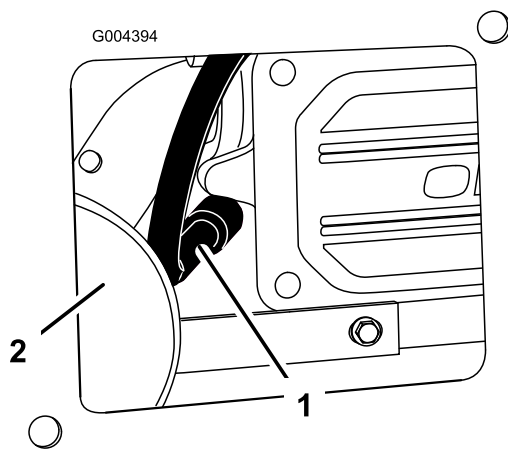

Figure 38
3. Débranchez le fil de la bougie (Figure 38). Nettoyez la surface autour de la bougie pour éviter que des impuretés n'endommagent le moteur en tombant à l'intérieur.
3. Reconnectez le fil à la bougie (Figure 38).